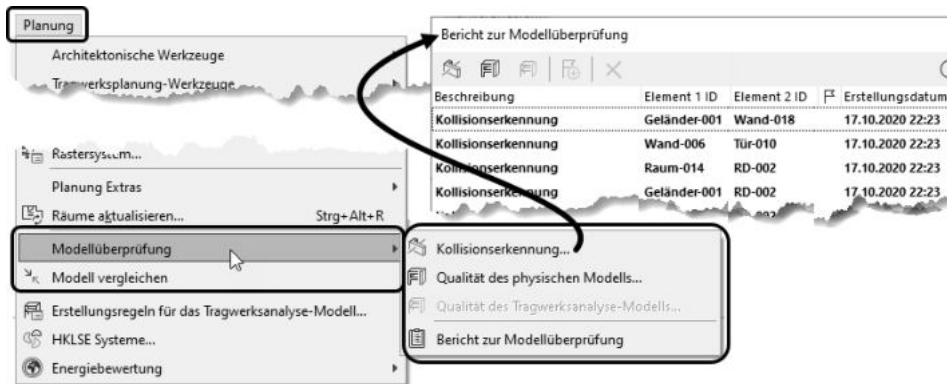

Abb. 1.19: Werkzeuge zu Modellüberprüfung und -vergleich
*Modellüberprüfung* – Ein neues Werkzeug überprüft Ihr Modell auf Konstruktionsfehler wie beispielsweise Kollisionen zwischen Elementen. Ebenfalls unter PLANUNG finden Sie auch ein Vergleichswerkzeug (Abbildung 1.19).